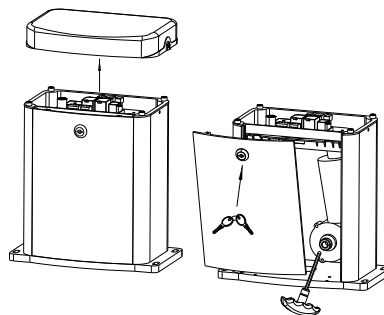

Figure 6
- Déverrouillez la motorisation avant l'installation. La méthode de déverrouillage est la suivante : retirez d'abord le couvercle supérieur, puis insérez la clé pour ouvrir le couvercle de la coque. Insérez la clé de déverrouillage manuelle dans le trou de déverrouillage et faites-la tourner dans le sens des aiguilles d'une montre jusqu'à ce que l'engrenage de sortie puisse être tourné facilement à la main, cela signifie que le moteur a été déverrouillé. (voir figure 6)
Le jeu d'ajustement de l'engrenage de sortie et de la crémaillère est indiqué dans la figure 6 ci-dessous :